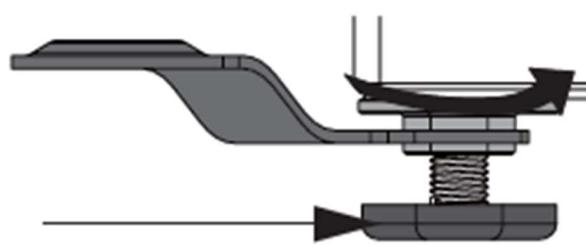

Рис.2
- Вращайте гайку против часовой стрелки, чтобы закрепить её у корпуса прибора. Ножка должна оставаться в зафиксированном положении (Рис.2). Все стопорные гайки должны быть плотно прикручены к корпусу прибора.